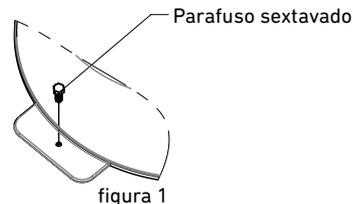

figura 1
A chave seletora de tensão deve ser comutada somente com o uso de uma ferramenta conforme figura 1 e 2.
- b- Garantir que a chave esteja na posição adequada da rede selecionada devido a trava central conforme figura 1;
1. Remova o parafuso sextavado pré rosca do tacho. (figura 1)